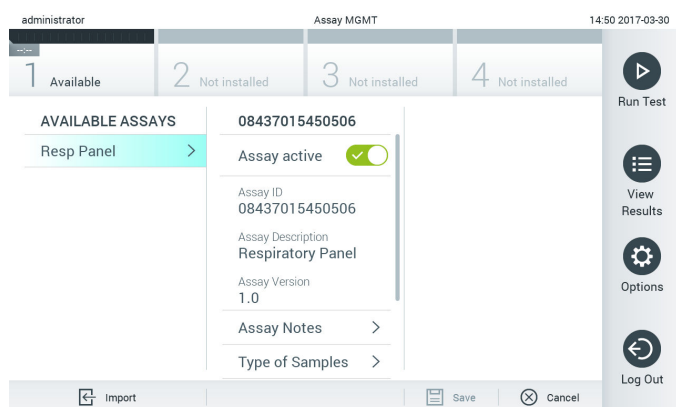

Figure 58. Gestion des dosages disponibles.
- Appuyez sur le bouton Options (Options), puis le bouton Assay Management (Gestion des dosages) pour accéder à l'écran Assay Management (Gestion des dosages). Les dosages disponibles sont répertoriés dans la première colonne de la zone de contenu (figure 58).